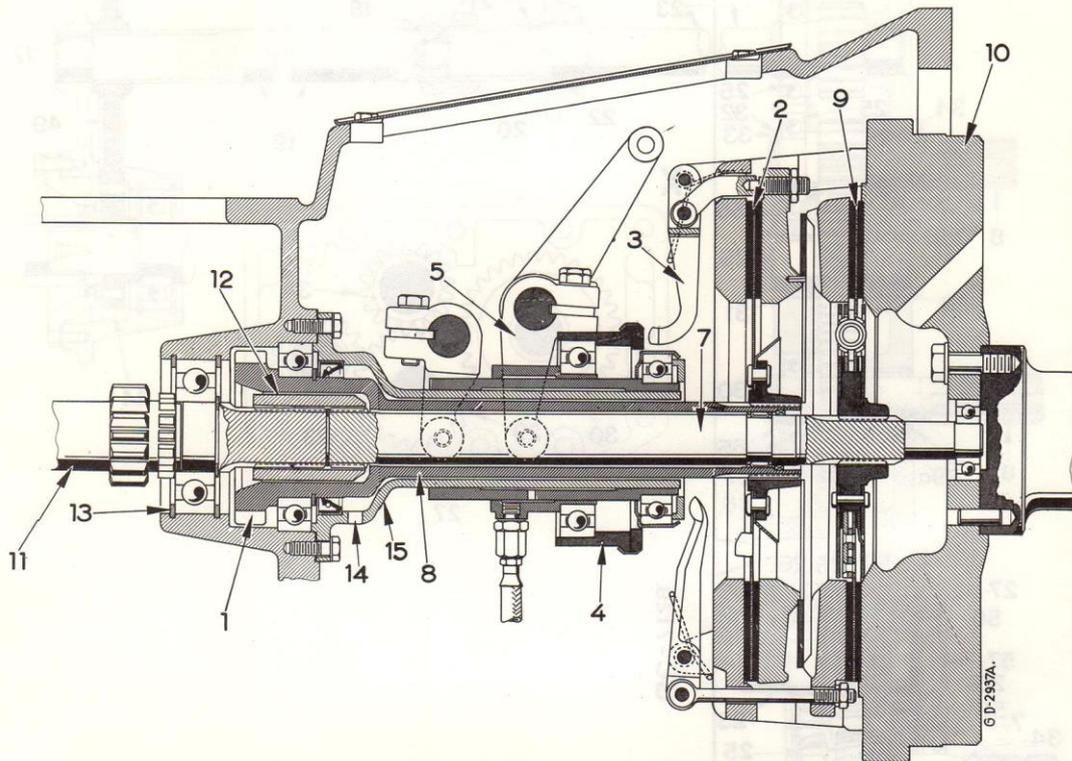

Fig. 172
Si le tracteur est équipé d'un embrayage double, la puissance du moteur est toujours transmise à la prise de force par l'embrayage arrière (2, fig.172) à travers l'arbre creux (8) et le pignon (1).